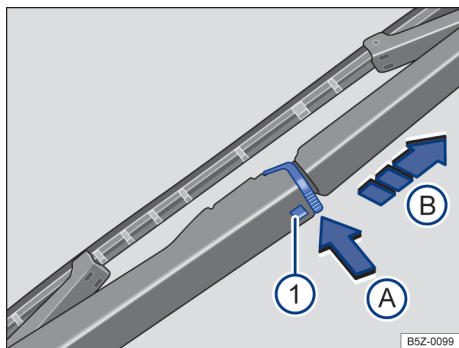

Fig. 122 Substituir a palheta do limpador do vidro traseiro.
- Manter o botão de destravamento → Fig. 122 ① pressionado.
- Pressionar a trava da palheta do limpador do vidro traseiro → Fig. 122, no sentido da seta (A).
- Puxar a palheta do limpador do vidro traseiro → Fig. 122, no sentido da seta (B).
- Introduzir a nova palheta do limpador do vidro traseiro **de mesmo tamanho e modelo** no braço do limpador do vidro traseiro no sentido contrário da seta → Fig. 122 (B) até que ela se trave.